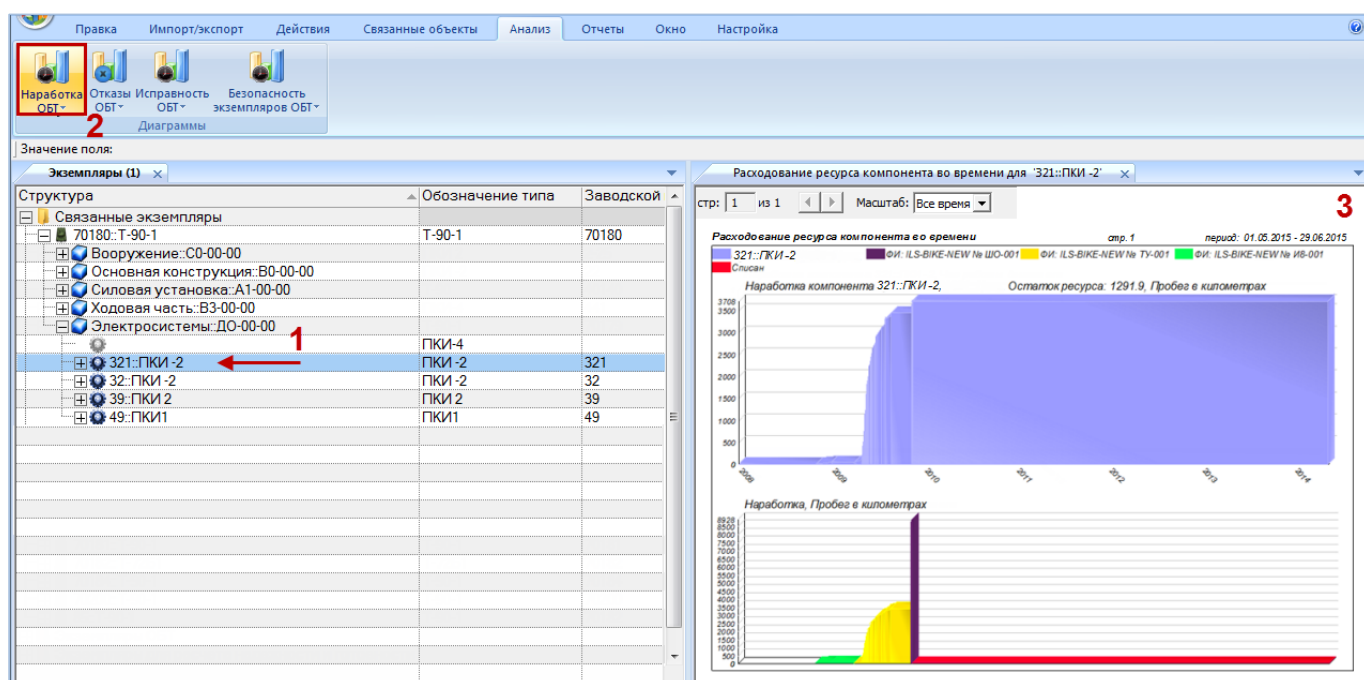

Рис. 25-46 – Построение диаграммы по наработке
5) В отдельном рабочем окне отображается диаграмма по наработке (3 на рис. 25-46). Краткое описание инструментов панели «Файл» для диаграмм приведено в пункте 5.4.7 «Панель «Диаграммы»», стр. 64.